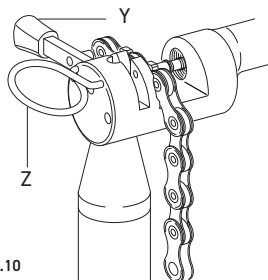

Abb.10
- Das betreffende Kettenglied mit der Sperrvorrichtung (Z - **Abb. 10**) blockieren.
- Überprüfen Sie, dass die Stelllasche des Werkzeugs **UT-CN400** nach außen gerichtet ist (Y - **Abb. 10**).